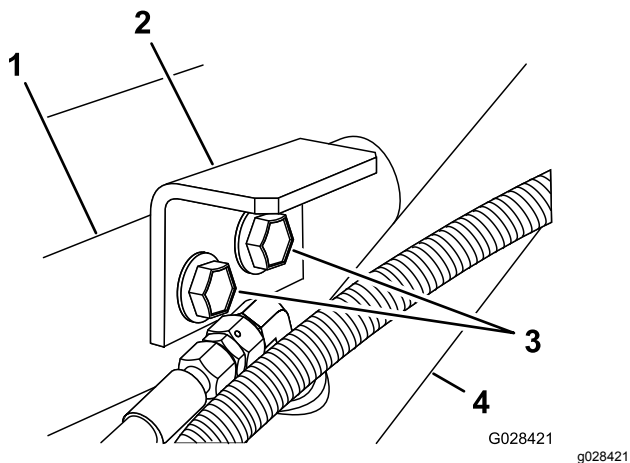

Figura 7
3. Montate le staffe di fissaggio sulla staffa di supporto e sul telaio usando i 2 bulloni a testa flangiata e i due dadi di bloccaggio flangiati rimossi nel passaggio 1 (Figura 7).